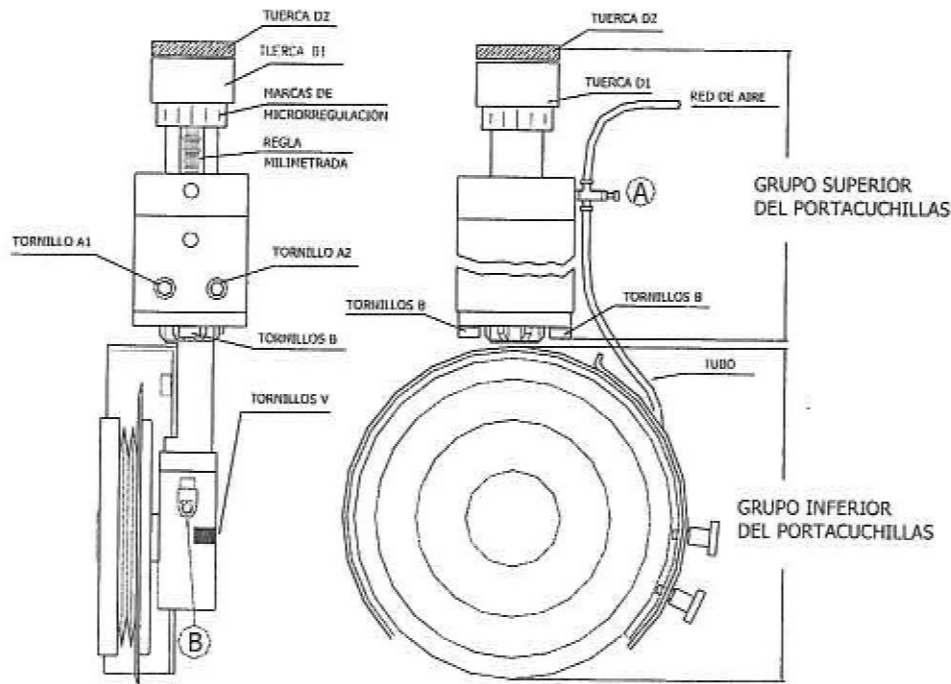

Fig. 1
- La regulación de la velocidad de bajada se realiza mediante la válvula **A**, colocada en la parte superior del portacuchillas, mientras que la regulación de la velocidad de aproximación se realiza mediante la válvula **B**, colocada en la parte inferior del portacuchillas (Fig. 1).
B) apretar completamente el tornillo V situado en la posición contrapuesta a la cuchilla (sentido horario) (Fig. 1) (esta operación bloquea el recorrido horizontal de la cuchilla)
- Se obtiene accionando directamente sobre la tuerca **D1** de regulación colocada sobre la parte superior del eje acanalado (Fig. 1 y 4).
N.B.: si el tornillo V (Fig. 1) esta completamente aflojado, no se produce la aproximación